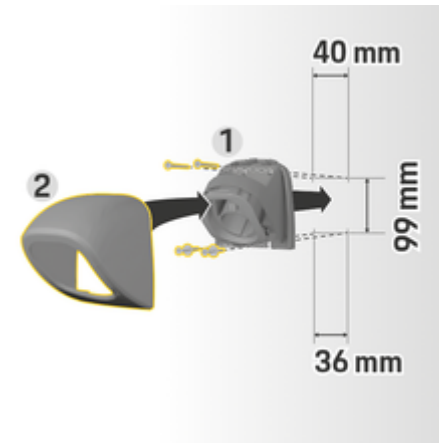

Fig. 10: foratura
1. Rimuovere il supporto del connettore **1** (Fig. 10) dalla copertura **2** (Fig. 10).
4. Avvitare il supporto del connettore **1** (Fig. 10) al muro.
5. Posizionare la copertura **2** (Fig. 10) dal basso sul supporto del connettore **1** (Fig. 10) e premere verso l'alto.